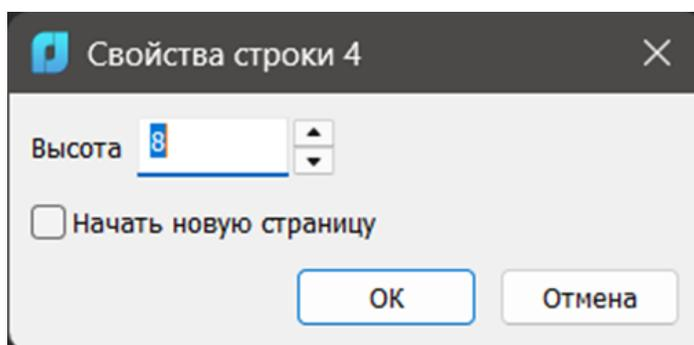

Рис. 4.38
- свойства строки - изменение высоты строки, содержащей выбранную ячейку. Вызывается диалоговое окно (рис. 4.38), в котором следует указать новую высоту строки в миллиметрах: